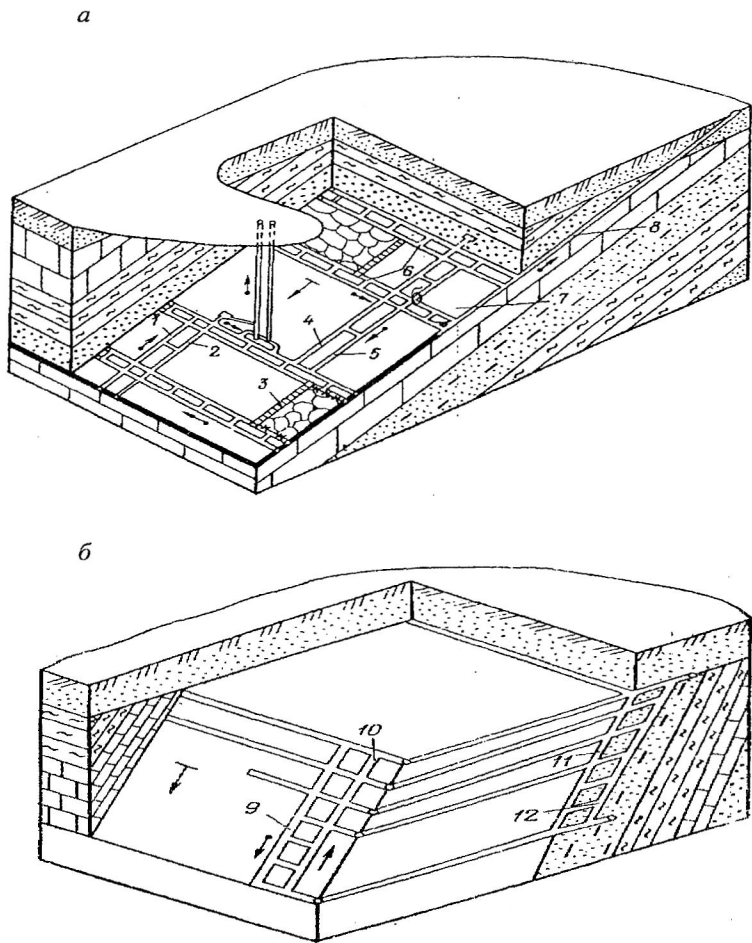

Рис. 5.2. Наклонные горные выработки на пологих (а) и крутых (б) пластах:
**Наклонные выработки** включают наклонный ствол, бремсберг, уклон, ходок, скат, восстающий, печь (рис. 5.2).